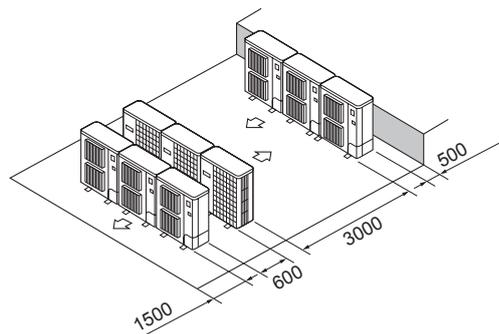

Fig. 2-17
- ⑥ Raspored više paralelnih jedinica (Fig. 2-17)